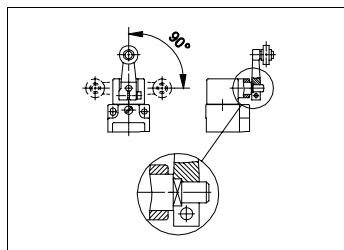

Fig. 1: Realizzazione di attuatore verticale
- Montare la leva orientabile in modo che i corpi quadri dell'albero e della leva ingranino perfettamente (vedi Fig. 1).